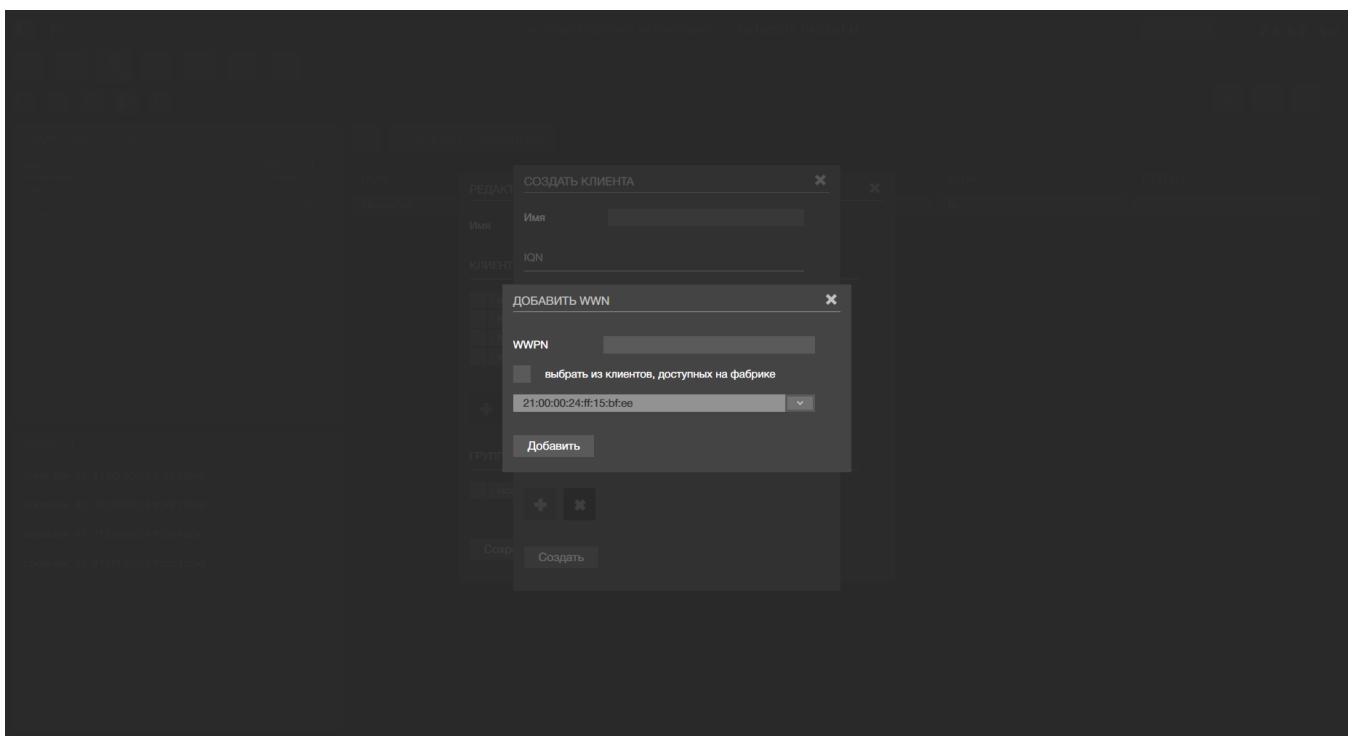

Рисунок 74 – Добавление WWN клиенту
- 7) Вписать WWN вручную в поле WWPN (см. Рисунок 74)